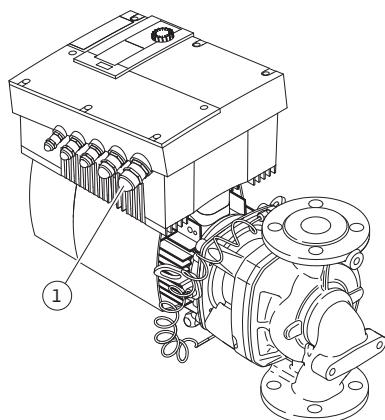

Fig. 30: Kabelskjøt med gjenger M25
- Netttilkoblingsledningen må føres gjennom kabelskjøten med gjenger M25 (Fig. 30, pos. 1).